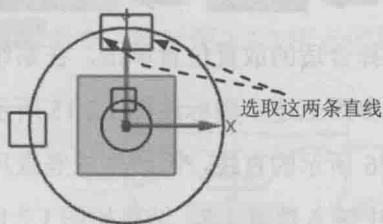
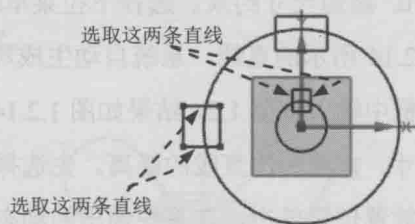

图 1.2.5 对称约束 1
图 1.2.6 对称约束 2
Step4. 添加几何约束。单击“设为对称”按钮，系统弹出“设为对称”对话框，依次选取图 1.2.5 所示的两条直线，选取 Y 轴为对称中心线，则这两条直线会关于 Y 轴对称；参照上述步骤约束图 1.2.6 所示的直线关于 Y 轴对称；参照上述步骤约束图 1.2.6 所示的直线关于 X 轴对称。